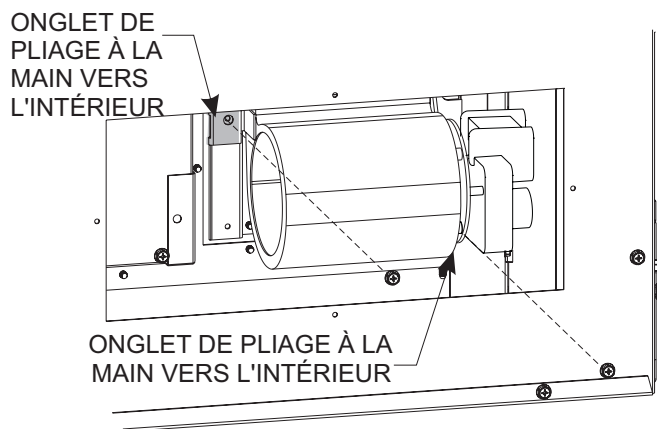

Figure 7
3. Plier la patte, tel qu'illustré à la **Figure 7** et la fixer solidement à l'aide de deux (2) vis.